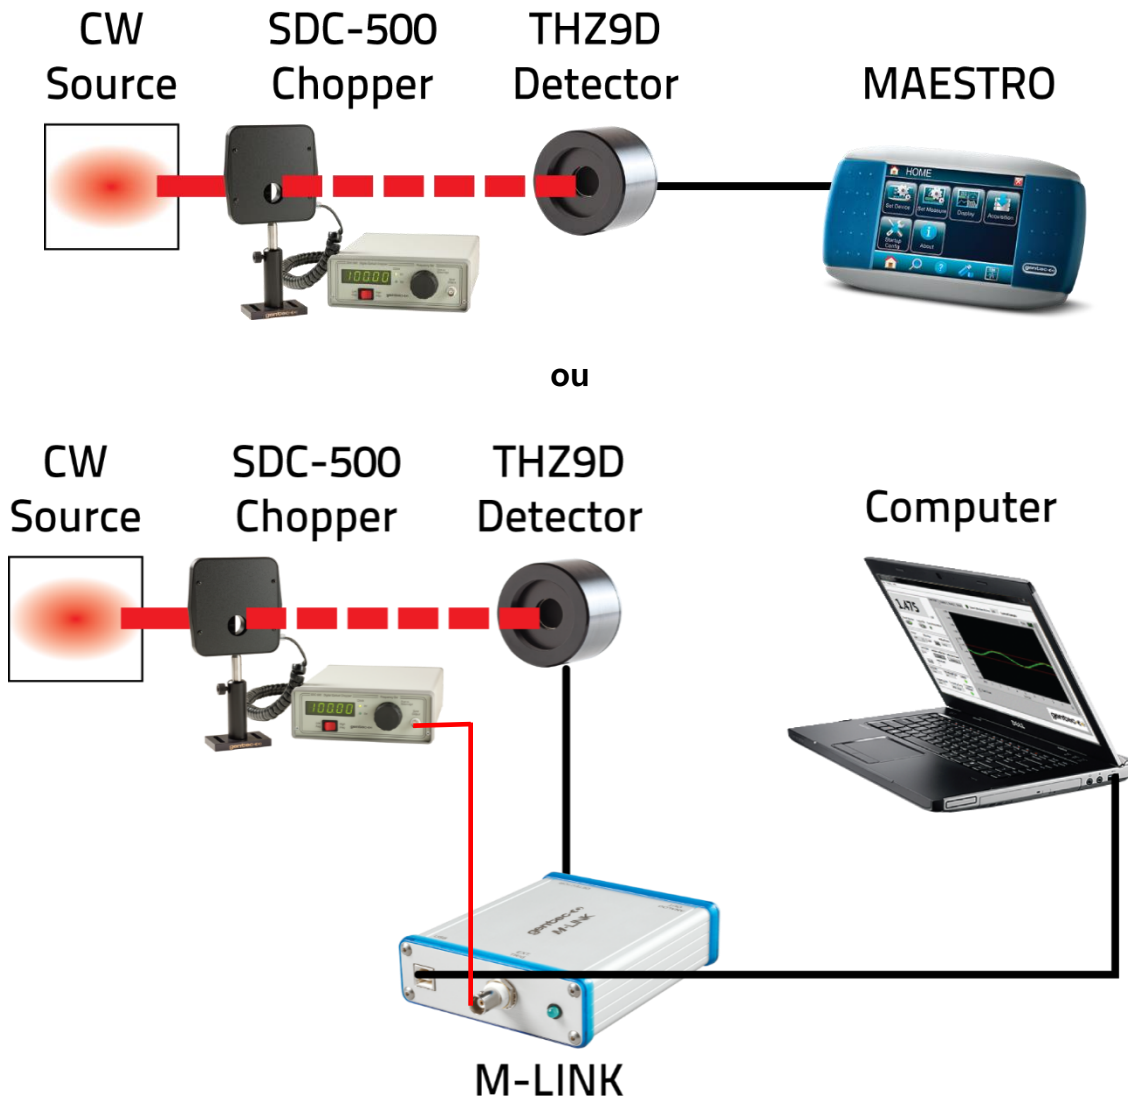

Fig. 2-1 Détecteur THZ9D avec moniteur
- 2- Connectez le détecteur à un moniteur de puissance laser Gentec-EO compatible (voir la figure 2-1).